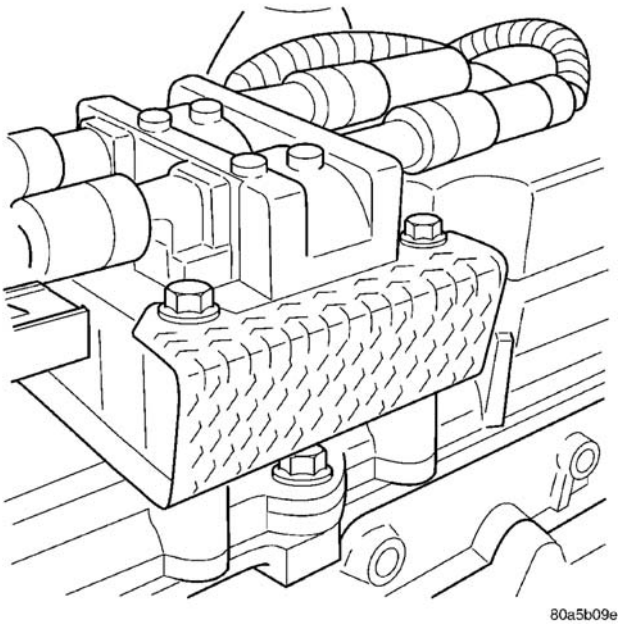
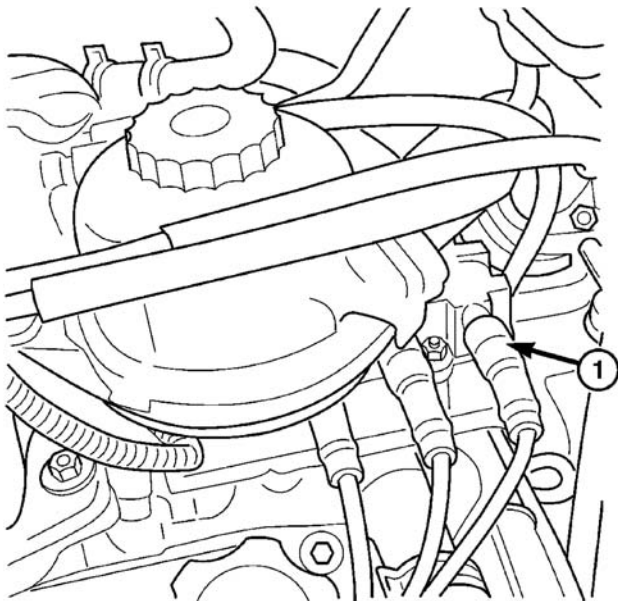

图9 点火线圈-2.4L
图10 点火线圈-3.3/3.8L
如果要把拆下的传感器重新安装回去，请清除传感器表面的旧垫片。安装之前必须把新垫片连接在表面上。检查 O 形环是否损坏，视需要加以替换。如果要替换传感器，请确定将纸制隔环连接至表面，而且要把 O 形环放到新传感器的凹槽上（图 9）。
点火线圈组件由模制在一起的 2 或 3 个独立线圈组成（图 9）或者（图 10）。3.3/3.8L 的线圈组件装配在进气歧管上。2.4L 的线圈组件装配在气缸盖罩上。火花塞高压线从线圈连接到各气缸。
- (1) 断开蓄电池负极电缆。
- (2) 从线圈组上断开电线插接器。
- (3) 拆卸线圈组固定螺栓。
- (4) 拆卸线圈组与隔热层（图9）。